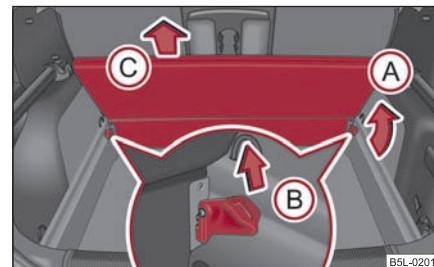

Fig. 106 Portbagajul: scoaterea podelei variabile
- Rabatați în sus podeaua, în sensul indicat de săgeata (A) ⇒ fig. 106.
- Trageți în ambele părți de manetele de siguranță, în sensul indicat de săgeata (B) ⇒ fig. 106.
- Trageți podeaua în sensul indicat de săgeata (C), în sus și afară.